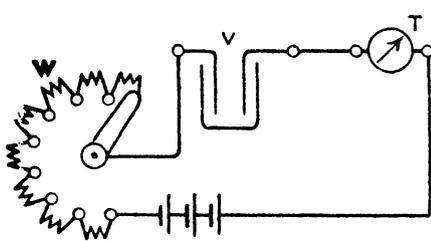

Fig. 1.
18. Um eine Tangentenbussole zu eichen, wurde in den Stromkreis dreier Elemente (Fig. 1) ein Regulierwiderstand W, ein Kupfervoltmeter V und die Tangentenbussole T eingeschaltet. Dieselbe zeigte im Mittel aus 20 Ablesungen  $40^\circ$  [55°] ( $44^\circ$ ) an, während die Zeitdauer des Stromschlusses 30 min [35 min] ( $54 \text{ min}$ ) betrug. Die Wägung der Kathode vor und nach dem Versuch ergab eine Gewichtszunahme von 2 [1,98] ( $5,04$ ) g. Wie groß ist hiernach der Reduktionsfaktor der Tangentenbussole?
20. Um ein Dynamometer zu eichen, wurde dasselbe mit einem Kupfervoltmeter zusammen in den Stromkreis einer Batterie eingeschaltet (s. Fig. 1), wobei das Dynamometer im Mittel 150° [143°] (97°) Ausschlag anzeigte, und die Gewichtszunahme der Kathode in 30 min [25 min] (15 min) 2 [2,342] (4,34) g betrug. Wie groß ist hiernach der Reduktionsfaktor?